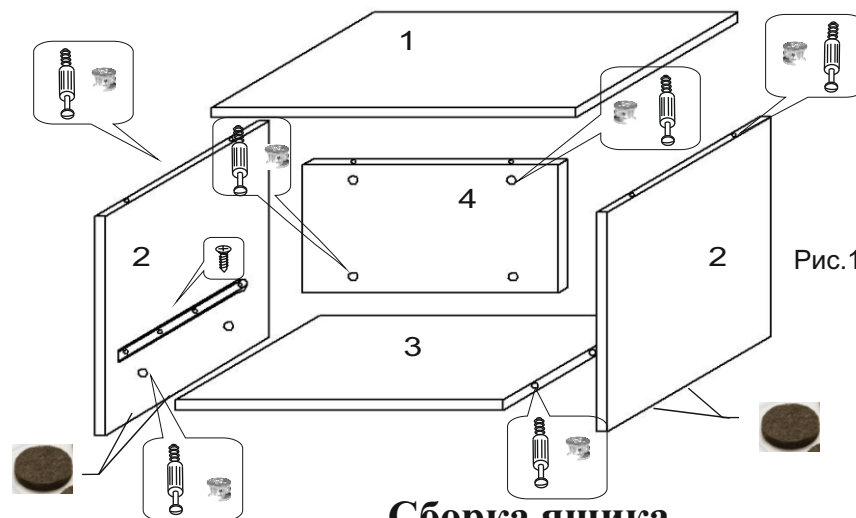

Рис.1. Сборка тумбы
1. Перед сборкой необходимо вернуть винты эксцентриков Ф-3 в отверстия Ø5 с помощью отвертки в дет. 1,2, в отверстия на пласти Ø15 вставить эксцентрики Ф-4 в дет. 2,3,4 (рис. 1). Приклеить к нижним торцам боковин (дет. 2) подпятники Ф-12.
2. К боковинам прикрутить направляющие ящиков Ф-10 с помощью саморезов Ф-1 (рис. 1)(см. раздел Установка направляющих)